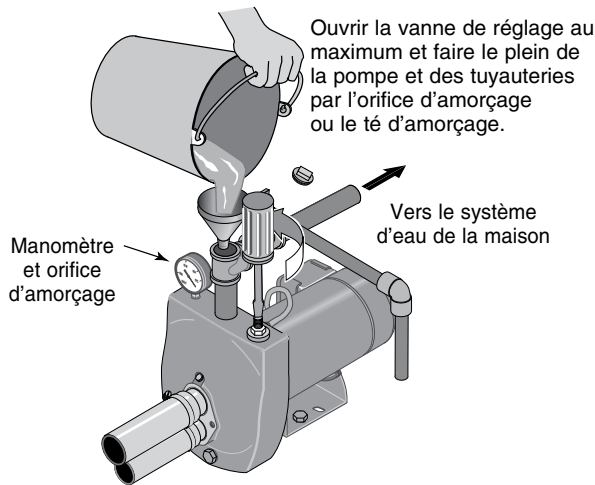

Figure 12 : Remplissage de la pompe
1. Ouvrir au maximum la vanne de réglage (voir la Figure 12), déposer le bouchon d'amorçage de la pompe, puis faire le plein de la pompe et des tuyauteries entre la pompe et le puits et s'assurer que toutes les tuyauteries du puits sont pleines d'eau. Si un té d'amorçage a été posé sur le tuyau d'aspiration, déposer le bouchon du té et faire le plein de la tuyauterie d'aspiration.